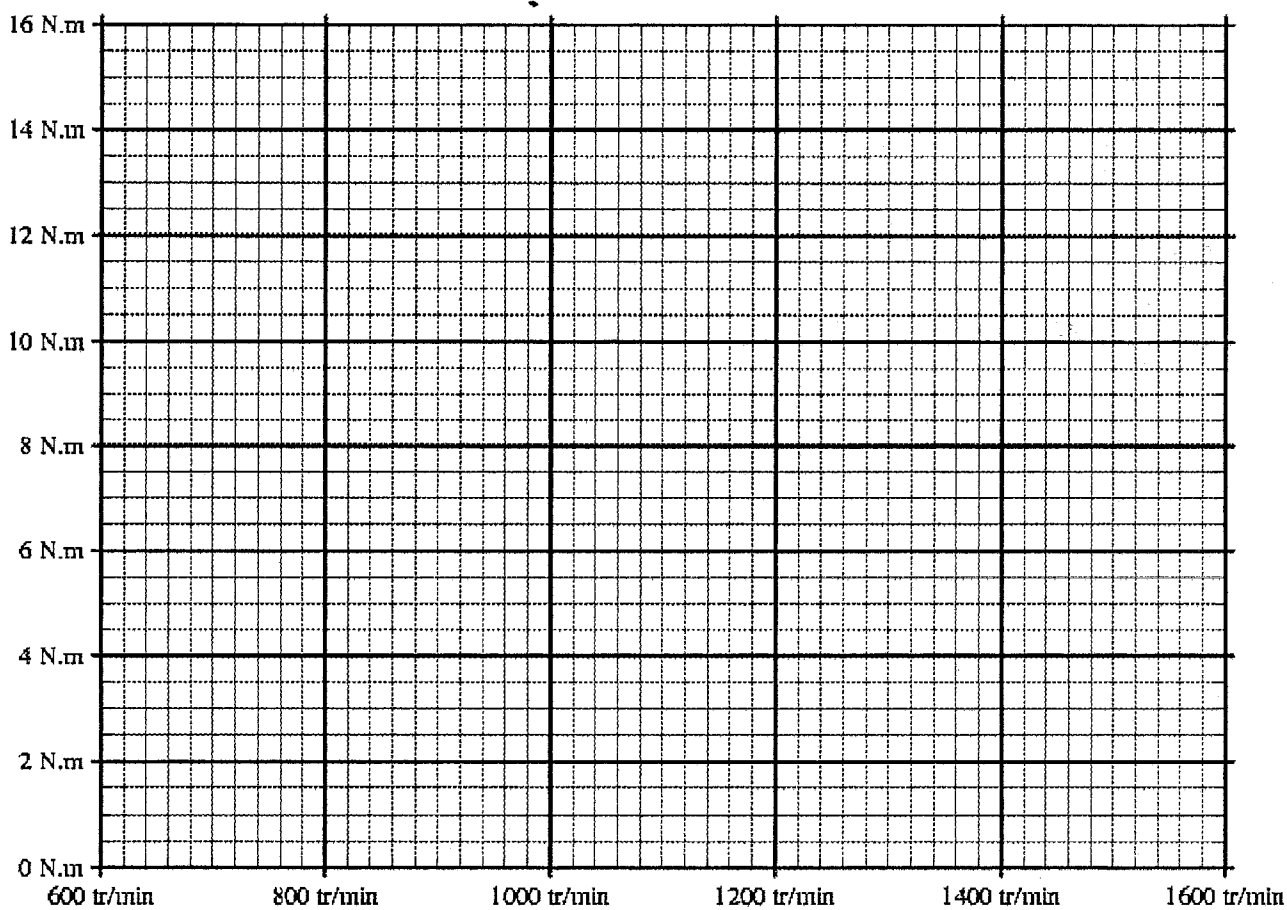

figure 4
1.3. Tracer sur la figure 4 du document-réponse page 8 la caractéristique du moteur pour la fréquence 50Hz.
2.1. Tracer sur la figure 4 du document-réponse page 8 la caractéristique du moteur lorsque la fréquence de l'onduleur est égale à 30Hz.